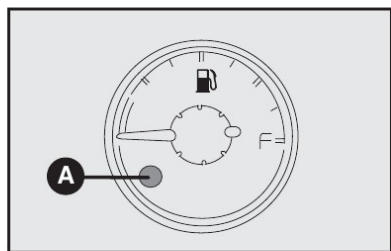

fig. 33
**INDICADOR DO NÍVEL DE COMBUSTÍVEL - fig. 33**